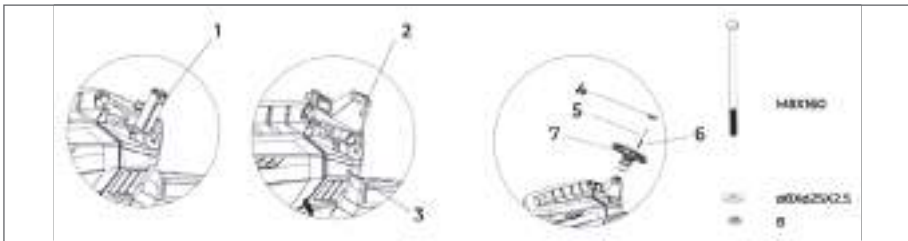

Рис. 3
6.2 Установка рулевого колеса (рис.3)
- Установите муфту (рис. 3, поз. 1) на вал.
- Установите нижнюю крышку рулевого колеса (рис. 3, поз. 2) на основание (рис. 3, поз. 3).
- Закрепите рулевое колесо болтом (рис. 3, поз. 5) и шайбами (рис. 3, поз. 6) (используйте шестигранный ключ из комплектующих инструментов).
- Установите крышку рулевого колеса (рис.3, поз. 4).